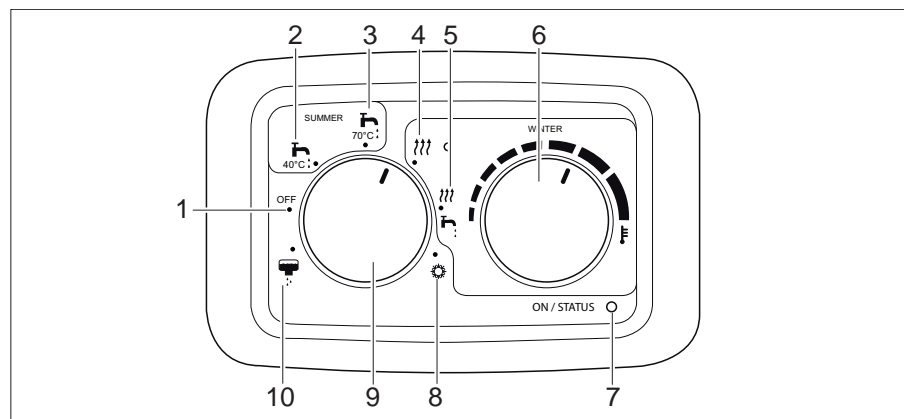

Fig. 195 Panneau de contrôle du chauffage diesel Webasto
L'appareil de chauffage est utilisé pour la mise à disposition d'eau chaude sanitaire. L'eau est échauffée et maintenue à une température de 40°C ou 70°C. Le ventilateur d'air chaud de chauffage de l'espace intérieur n'est pas activé. Si la température de l'eau tombe en dessous d'une valeur déterminée, la combustion redémarre. L'affichage (Fig. 195,7) sur l'élément de commande est allumé en vert tant que l'appareil est enclenché.
- Régler le sélecteur de mode (Fig. 195,9) sur régime été, température de l'eau 40 °C (Fig. 195,2) ou 70 °C (Fig. 195,3).
L'affichage de puissance (Fig. 195,7) s'allume en vert et l'affichage du sélecteur de mode (Fig. 195,9) s'allume en rouge.
- Mettre le sélecteur de mode (Fig. 195,9) sur "Off" (Fig. 195,1).
- Régler le sélecteur de température intérieure (Fig. 195,6) sur le réglage de thermostat désiré pour la température intérieure.
- Régler le sélecteur de mode (Fig. 195,9) sur régime hiver, chauffage sans production d'eau chaude sanitaire (Fig. 195,4).
L'affichage de puissance (Fig. 195,7) s'allume en vert et les affichages du sélecteur de mode (Fig. 195,9) et du sélecteur de température intérieure s'allument en rouge.
- Régler le sélecteur de mode (Fig. 195,9) sur régime hiver, chauffage avec production d'eau chaude sanitaire (Fig. 195,4).
Si le chauffe-eau ne contient pas d'eau et qu'on sélectionne régime hiver, chauffage avec production d'eau chaude sanitaire, un avertissement est affiché sur l'élément de commande. La DEL verte à côté de régime hiver, chauffage avec production d'eau chaude sanitaire (Fig. 195,4), commence à clignoter.